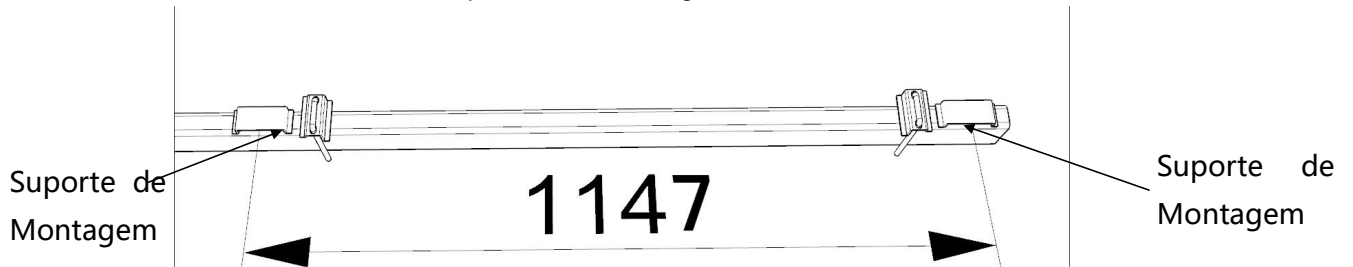

Figura 7
- 7) Coloque o suporte de montagem e os conjuntos de fixadores inferiores do outro lado; A distância entre dois suportes de montagem é de 1147mm (Figura 7). Dois conjuntos de fixadores inferiores estão localizados entre os dois suportes de montagem.;